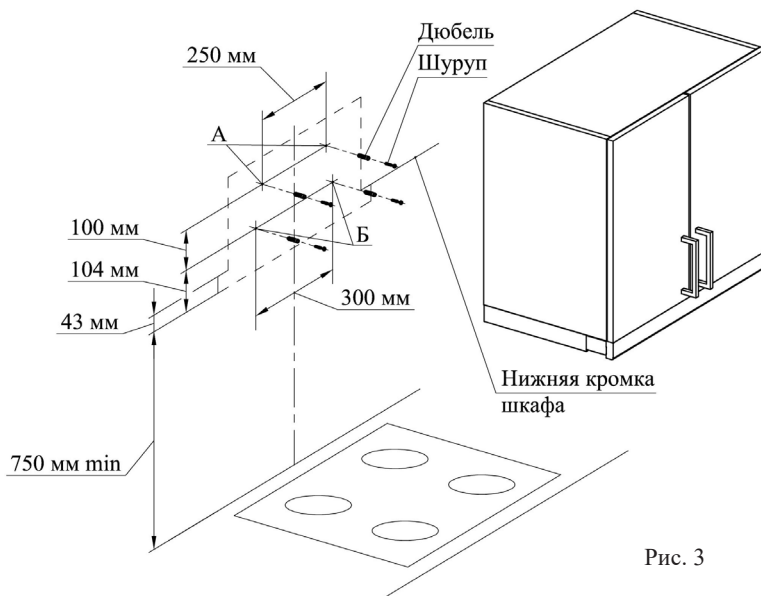

Рис. 3
- 6.2 Определите расстояние между нагревательной поверхностью плиты и воздухоочистителем и отметьте на стене нижний габарит воздухоочистителя. Прибавив 43 мм (рис. 3), Вы определите положение нижней кромки шкафа.
- С учетом установочной высоты и центральной линии разметьте на стене отверстия (А и Б) (рис. 3).
- В отверстия вставьте дюбели согласно рис. 3 и по отверстиям А заверните не до